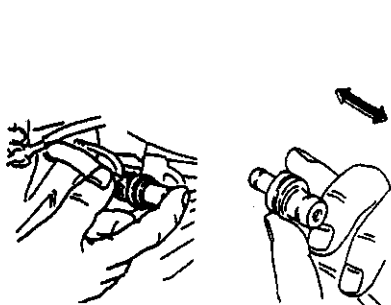

图 2-97 检查强制通风阀
② 断开强制通风阀,使发动机怠速运转,将手指放在强制通风阀的末端检查有无吸力。如图 2-97 所示。若手指无吸力感觉,应检查强制通风阀是否堵塞。摇动强制通风阀,能听到阀内响声,必要时应进行更换强制通风阀。